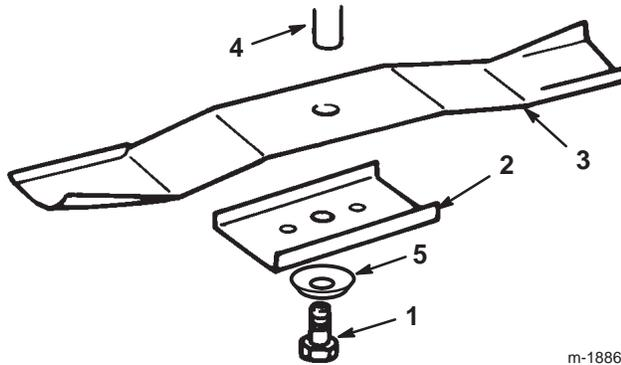

Bild 29
3. Entfernen Sie die Schraube (5/8 Zoll-Schlüssel), Wellenscheibe, den Halter und das Schnittmesser (Bild 29). Sie können einen Holzklötz zwischen das Schnittmesser und das Mähwerk keilen, um das Schnittmesser beim Entfernen der Schraube zu blockieren.
1. Bringen Sie das Schnittmesser, den -halter, die Wellenscheibe (Schalenseite zum Messer) und die Messerschraube an (Bild 29).